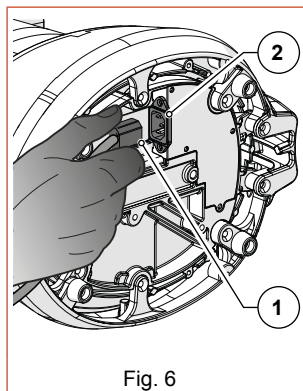

Fig. 6
- Innestare la presa del cavo di alimentazione (Fig. 6 Part. 1) al connettore IEC sulla parte inferiore dell'apparecchio (Fig. 6 Part. 2);